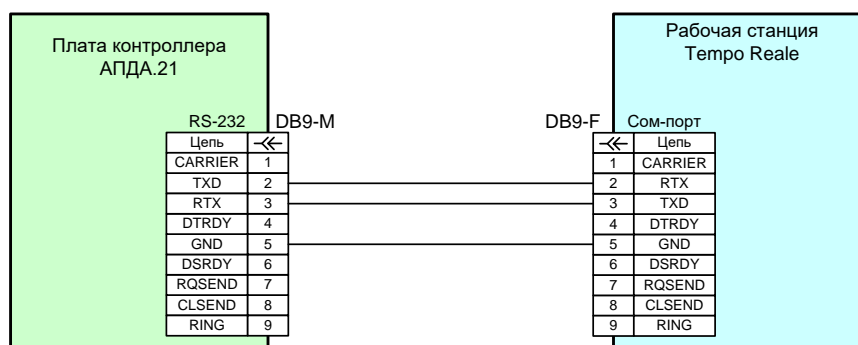

Рисунок 16
- RS-232 – девятиконтактная розетка DB-9F (см. Рисунок 16),
Рисунок 16 иллюстрирует схему распайки модемного (прямого) кабеля для соединения контроллера с COM-портом компьютера при использовании интерфейса RS-232.